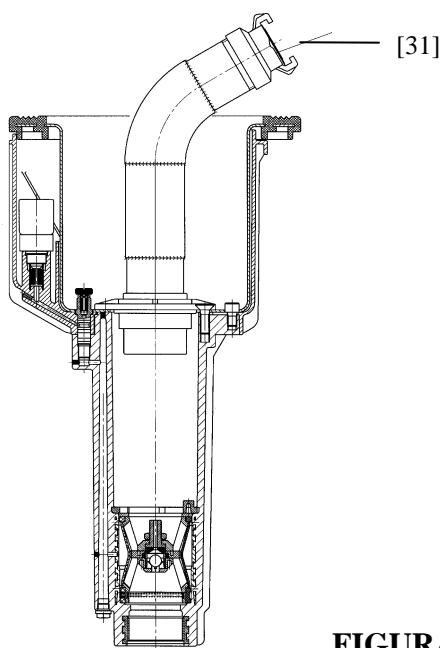

FIGURA 2
- ☆ Installare il dispositivo di lavaggio [31] nell'alloggiamento dell'irrigatore (vedere figura 2) e aprire l'alimentazione dell'acqua. Collegare la tubazione al dispositivo di lavaggio, così da far affluire l'acqua.